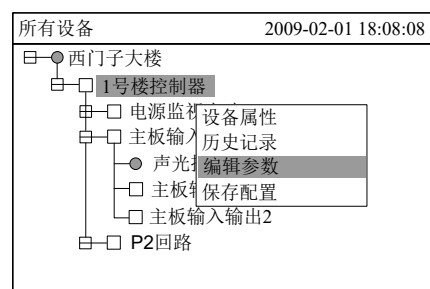
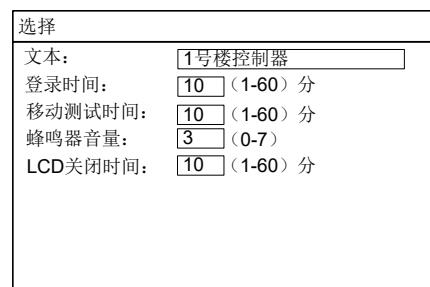

图 17-4
图 17-5
4. 按“→”键弹出快捷菜单(图 17-4), 然后按“↓”键选择“编辑参数”, 再按“OK”键, 进入参数修改界面(图 17-5)。